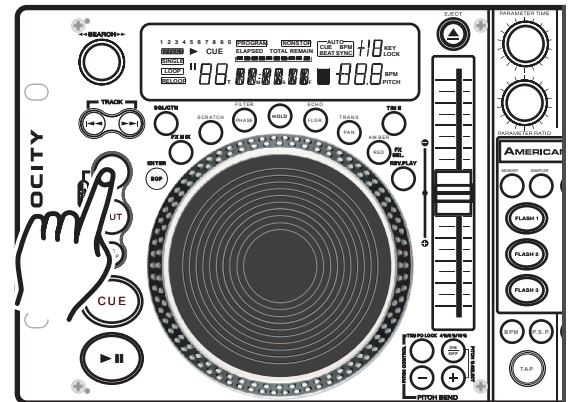

Figura 20
- 1) Presione el BOTÓN OUT (2) para volver a la reproducción normal desde el punto de referencia cue del rulo. (Figura 20) Así se saldrá del modo de rulo continuo y se podrá editar el punto de finalización correspondiente.